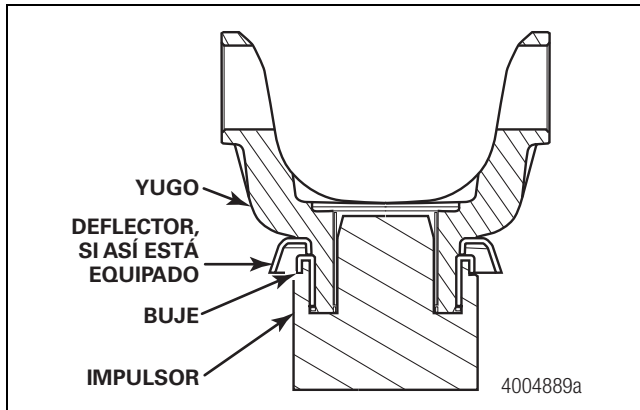

Figura 5.98
3. Instale el deflector, si así está equipado, en el yugo. El deflector debe ser instalado antes de instalar el buje en el yugo. Figura 5.98.